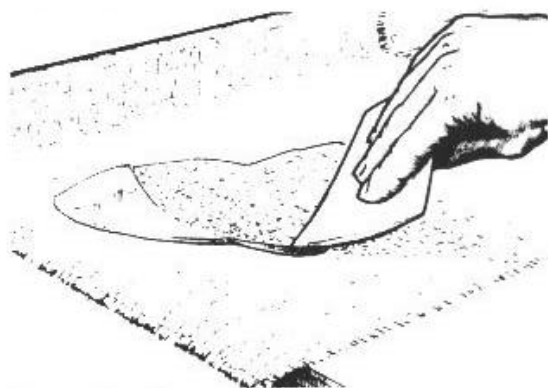

Figura 3-15 Esparza el epoxi desde el centro del tejido hacia los bordes con una espátula de plástico o un rodillo.
5. Esparza el epoxi sobre la superficie del tejido con una Espátula de Plástico 808 repartiendo suavemente el epoxi desde el "charco" hacia las áreas secas (*Figura 3-15*). Al impregnarse, el tejido se volverá transparente lo que indicará que ha absorbido suficiente epoxi. Si se aplica sobre una superficie porosa, asegúrese de que hay suficiente epoxi para ser absorbido tanto por el tejido como por la superficie en que descansa. Las áreas secas destacarán por ser más blancas y menos transparentes que las áreas bien imprimadas. Intente limitar la operación de esparcimiento al mínimo ya que un "trabajo" excesivo sobre la superficie imprimada produce microburbujas de aire que se quedan en suspensión en el epoxi. Esto es especialmente importante cuando se requiere un acabado transparente. También se puede usar un rodillo o un pincel para aplicar el epoxi a una superficie horizontal y éstos son esenciales en las aplicaciones de tejidos sobre superficies verticales.